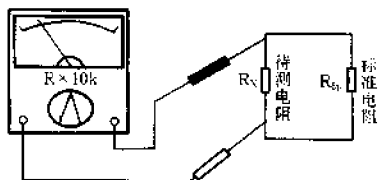

图4-5 并联标准电阻测大值电阻
(2) 并联标准电阻测量法。如图4-5所示,被测电阻与标准电阻并联后一起进行测量,再经计算,即可得出被测